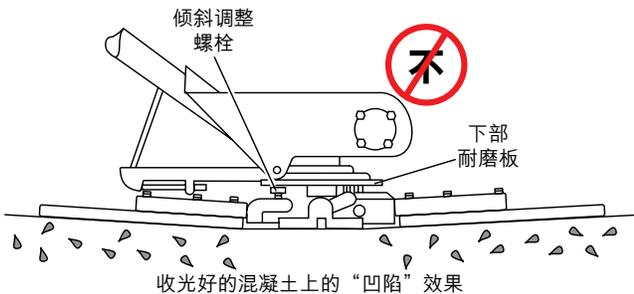

图49. 错误的支撑板调整
6. 图49显示出“错误的调整”，即磨损的十字架衬套或弯曲的抹光机机臂。